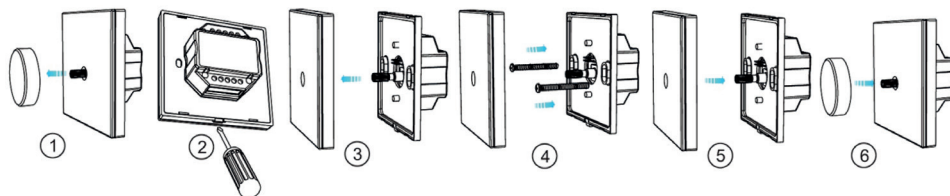

Рис. 2. Монтаж панели SMART
- 3.7. Закрепите панель в месте установки [см. рис. 2].